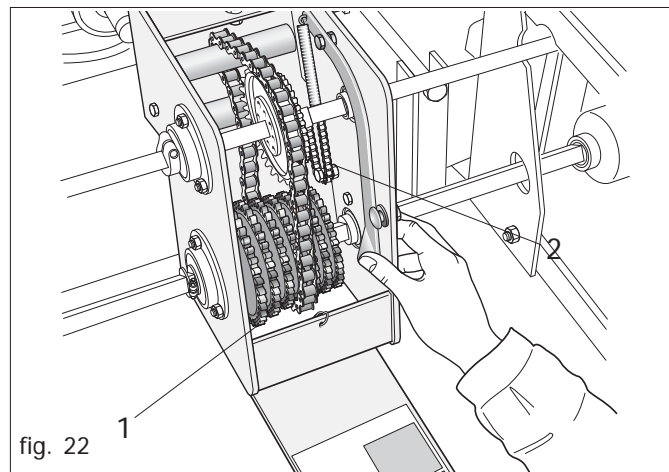

fig. 22
- Para desplazar la cadena, abrir la tapa de la caja del cambio y aflojar la cadena (1 Fig. 22) a través de la palanca (2 Fig. 22).
- Tense de nuevo la cadena con la palanca (2 Fig. 22) y cierre la tapa.